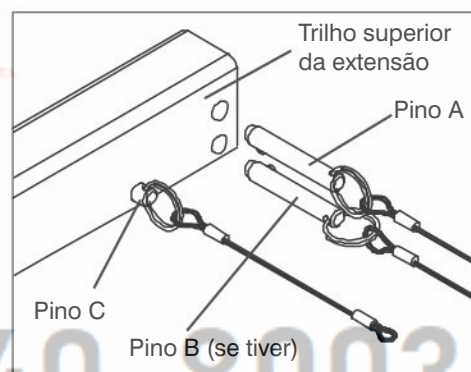

Figura 3-13b. Pinos do trilho superior da extensão
8. Remova os pinos A e B no lado esquerdo e direito (se existirem). (Consulte a Figura 3-13b) e recue o trilho superior da extensão para liberar a grade frontal. Certifique-se de que o pino C esteja instalado para prender o corrimão da extensão.